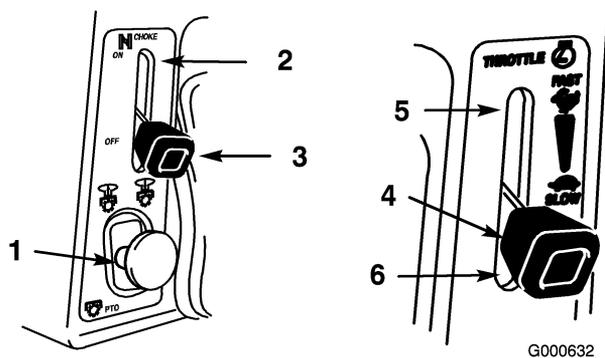

Figure 15
3. Poussez la commande de prise de force (PDF) en position désengagée (Figure 15).
4. Levez la manette de starter en position ON (Figure 15).
5. Placez la manette d'accélérateur en position de régime maximum (Figure 15).
7. Lorsque le moteur a démarré, abaissez progressivement la manette de starter à la position OFF (Figure 15). Si le moteur cale ou hésite, montez la manette de starter à la position ON pendant quelques secondes. Réglez ensuite le levier d'accélérateur à la position voulue. Répétez l'opération si nécessaire.
1. Poussez la commande de prise de force (PDF) en position désengagée (Figure 15).
2. Placez la manette d'accélérateur à mi course (Figure 15).